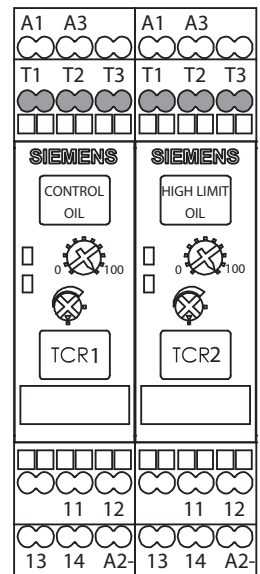

図 11 制御 TCR (TCR1) と上限 TCR (TCR2) の T1 (青色)、T2 (茶色)、T3 (黒色) 端子
2. テスターを使用して、TCR 端子 T1-T2 間の抵抗値を測定します（図 11）。